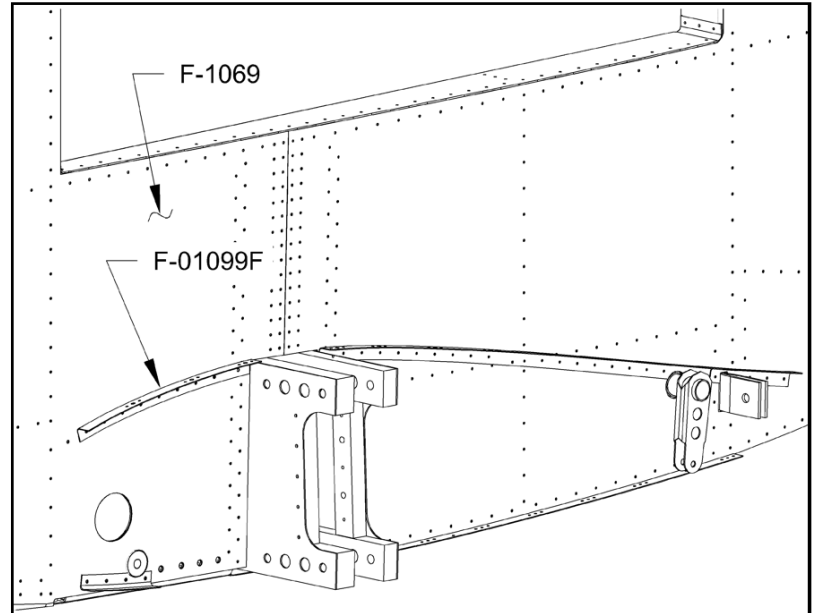

FIGURA 7: Removendo o suporte do acabamento da raiz da asa
Passo 23: De ambos os lados da fuselagem, remova os rebites AN470AD4 que prendem o Suporte do Acabamento da Raiz da Asa F-1099F ao revestimento Lateral Frontal F-1069, e depois remova o suporte. Veja a Figura 7.